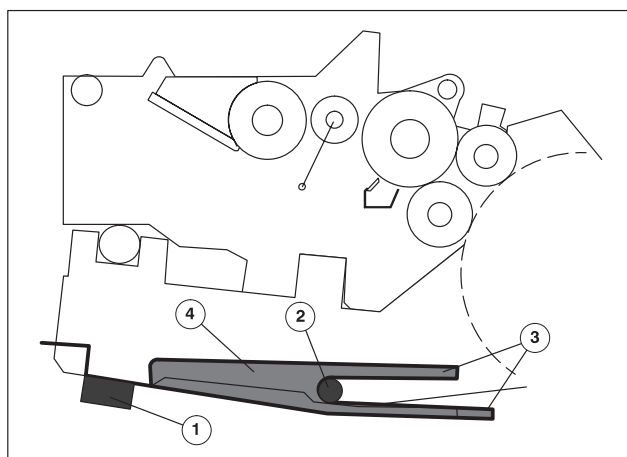

Рис. 26
- ❶ Сливной поддон (Рис. 26/❷) над траверсой (Рис. 26/❶) вставить в выдвижной блок нумератора. При этом обратить внимание на то, чтобы траверса лежала между боковыми направляющими (Рис. 26/❸).